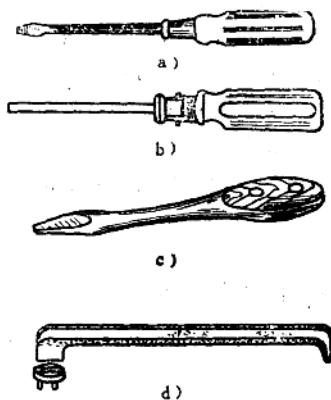

图2-1 螺钉旋具
1. 螺钉旋具的种类及用途 螺钉旋具可分为一字槽螺钉旋具、十字槽螺钉旋具、夹柄螺钉旋具、双弯头一字槽螺钉旋具，如图2-1所示。